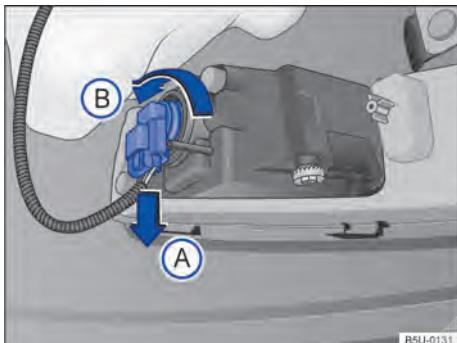

Fig. 203 Atrás do para-choque dianteiro: acesso à lâmpada incandescente do farol de neblina.
2. Desencaixar o conector de alimentação da lâmpada → Fig. 203 no sentido da seta , pressionar, ao mesmo tempo, a trava de fixação do conector.
3. Girar o soquete da lâmpada → Fig. 203, no sentido anti-horário da seta , e desencaixá-lo do alojamento.